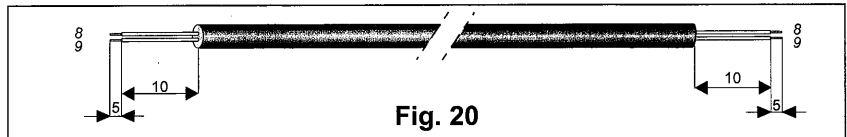

Fig. 20
5. Préparez l'extrémité du câble à double-fil pour le branchement comme indiqué à la fig. 20.
6. Déconnectez la résistance (4) de l'élément intérieur et connectez à sa place le câble à double-fil (3).
7. Connectez l'autre extrémité du câble à double-fil (3) au terminasl à double-fil de l'élément extérieur (7).